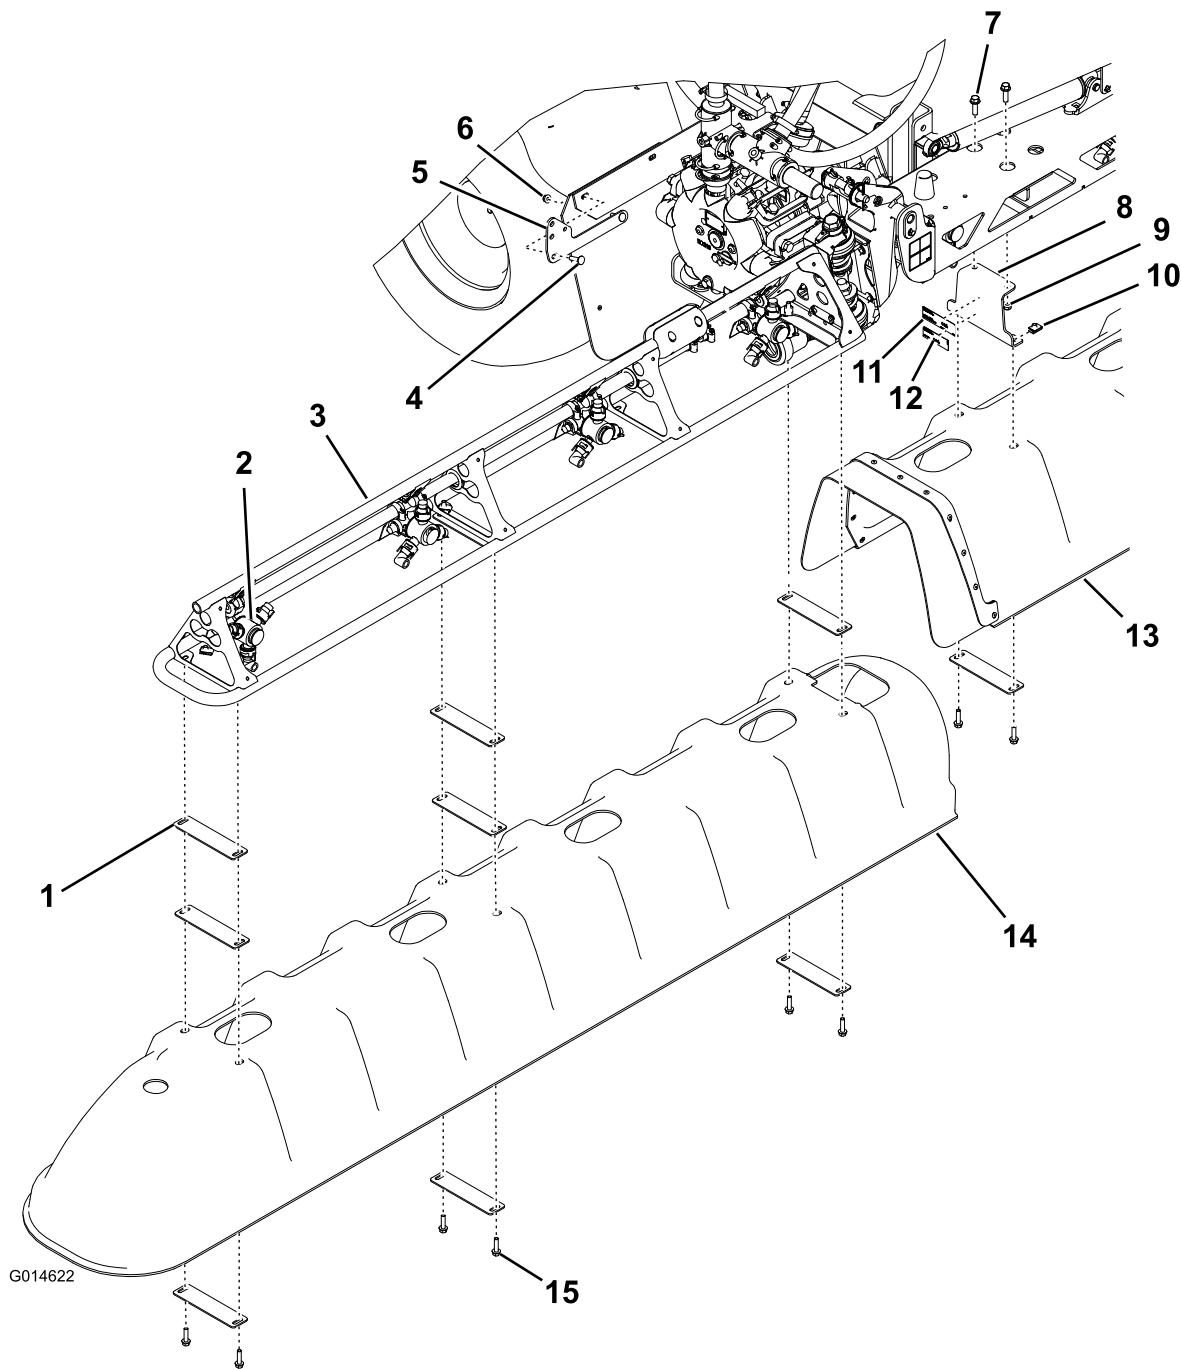

Figura 1
- Applicate l'adesivo del modello/numero di serie e quello di legge ad una delle staffe della barra centrale come mostrato in Figura 1.
2. Installate entrambe le due staffe centrali alla barra centrale utilizzando due viti a testa esagonale (3/8 x 1-1/4 poll.) e due dadi flangiati (3/8 poll.) come mostrato in Figura 1.
3. Installate il gruppo di copertura centrale sulle staffe della barra centrale utilizzando quattro dadi a U, due rondelle piatte e quattro viti a testa esagonale (5/16 x 1-1/4 poll.) come mostrato in Figura 1.
2. Installate una delle coperture della barra laterale (Figura 1) utilizzando otto rondelle piatte, sei viti a testa esagonale (5/16 x 1-1/4 poll.) e sei dadi a U.
1. Installate la staffa di supporto della valvola di spurgo nella macchina con due viti a testa tonda e due dadi flangiati (5/16 poll.) come mostrato in Figura 1.
2. Spostate la valvola di spurgo dalla sua posizione e installatela nella staffa di montaggio (Figura 1) utilizzando l'acciarino e il cordellino presenti.